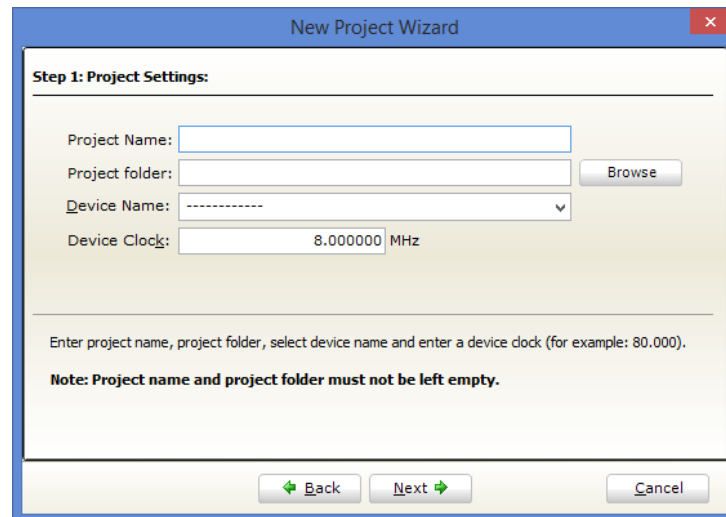

Figura 5: 7º Passo.
- **7º Passo:** A próxima tela exibida é a de configuração do projeto que está sendo criado como mostrado na Figura 5. Nela preencha os campos da seguinte maneira: